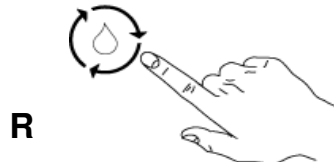

Abb. 19
- 1- Wählen Sie den KNOPF "R" - kontinuierliches Waschen. (Abb. 19)